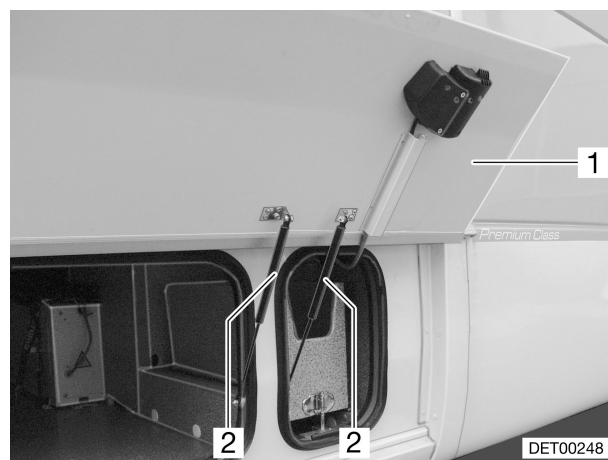

Bild 26 Außenklappe, geöffnet (integriert)
- Außenklappe nach oben schwenken. Die Außenklappe (Bild 26,1) wird von Gasdruck-Federn (Bild 26,2) gehalten.